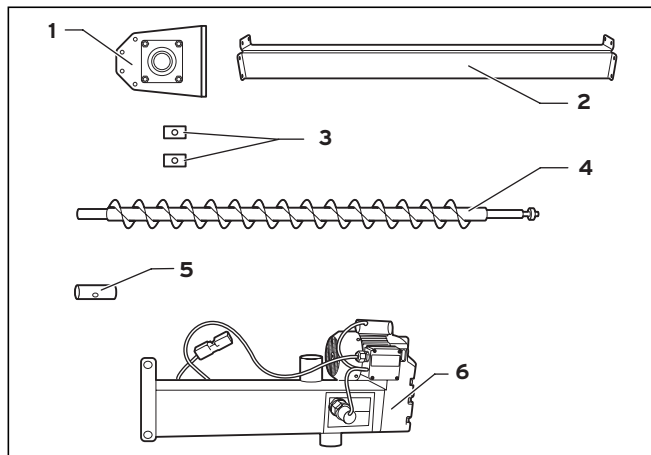

Abb. 6.36 Grundpaket Saugaustragung
- Legen Sie den Schneckendorn (4) inkl. benötigter Verlängerung (4a) unter die Druckentlastung.
- Platzieren Sie die Wanddurchführung (6, Abb. 6.36) in der Wandöffnung.